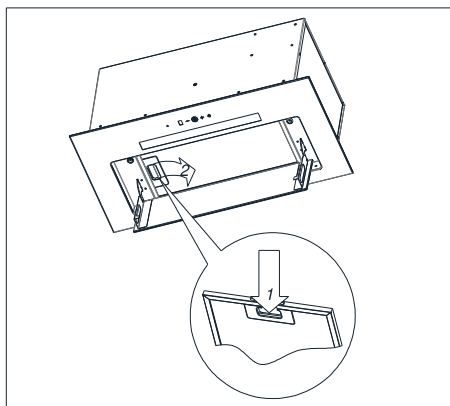

Рис. 5. Видалення жирового фільтра
2. Зніміть алюмінієвий жировий фільтр (Рис. 5).
Витяжку обладнано алюмінієвим фільтром, що зупиняє частинки жиру, що виділяються в процесі приготування. Щоб зняти фільтр, перемістіть затискачі у напрямку стрілок (**Рис. 5**). Фільтр слід очистити вручну шляхом його занурення у воду з рідиною для миття посуду протягом приблизно 15 хвилин, при температурі 40-50°C. Через 15 хвилин акуратно промийте фільтр. Також можна мити фільтр в посудомийній машині – в цьому випадку рекомендовано використовувати таблетки для посудомийних машин, спеціально призначені для миття виробів з алюмінію. Уникайте використання агресивних миючих засобів.